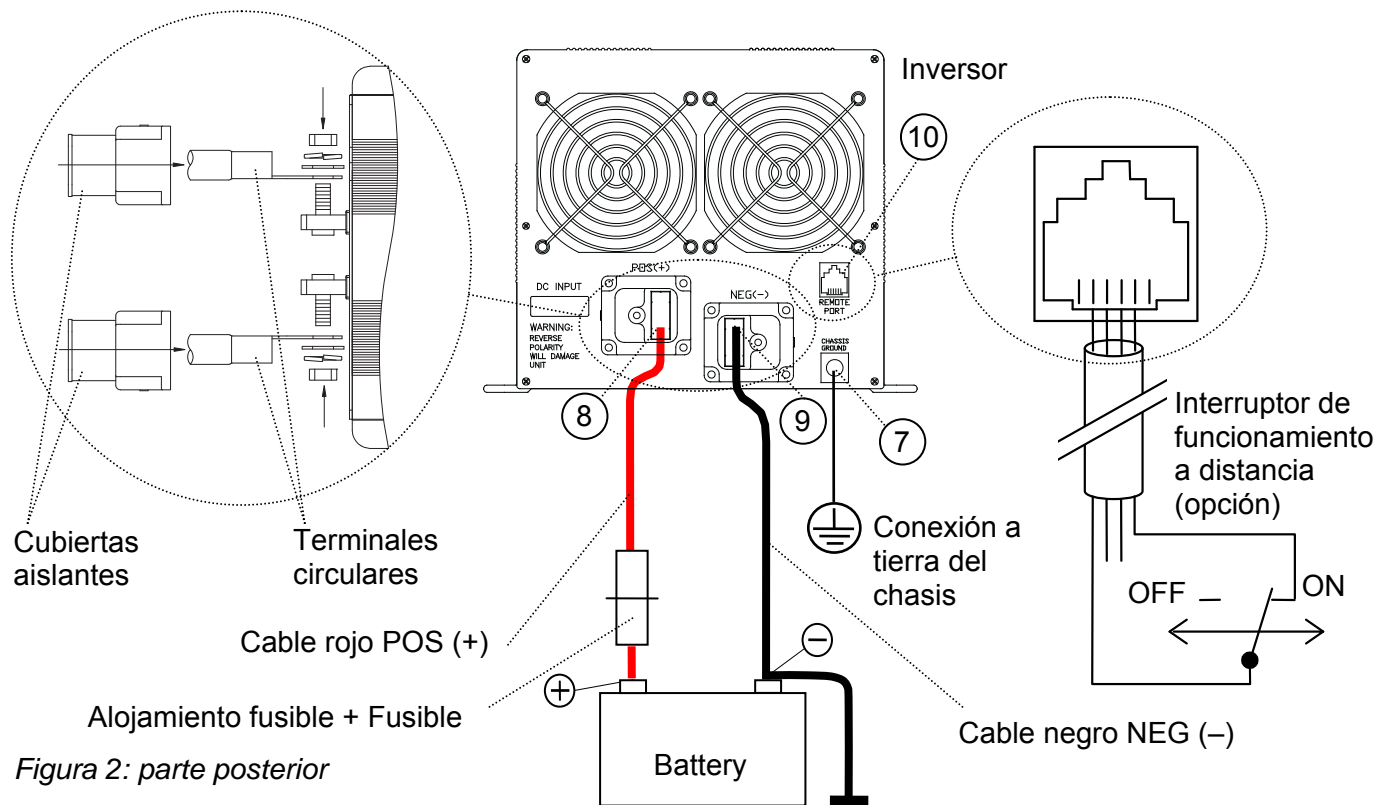

Figura 2: parte posterior
- Conecte el punto de conexión a tierra del inversor (Véase la figura 2 ref 7) al punto de conexión a tierra central del vehículo / barco
- Conecte el neutro (N) de la salida de CA al tierra (PE / GND) y integre un Dispositivo de Corriente Residual (RCD) en el cableado de la salida de CA. Vea información específica según modelos a continuación
- Conecte el cable de CA como se muestra en la figura 2: el terminal negro (9) NEG (-) al polo negativo (-) de la alimentación eléctrica / batería, el terminal rojo (8) POS (+) al polo positivo (+) de la alimentación eléctrica / batería. Coloque un portafusible de CC en el cable positivo, pero no instale el fusible todavía. Monte el cable de CC exactamente como se indica. No coloque nada entre el terminal circular y la superficie del terminal. Asegúrese de que todas las conexiones de DC estén bien ajustadas. Par de torsión recomendado: 11,7-13 Nm.
- Conexión a tierra del chasis: Use un cable AWG8 / 6 mm2 para conectar el terminal de conexión a tierra del chasis (7) a la conexión a tierra central
- Interruptor de funcionamiento a distancia (opción). Si desea que el inversor funcione en un lugar distante puede instalar un interruptor como se indica en la figura 2. Cuando se cierra el contacto el inversor se activa.